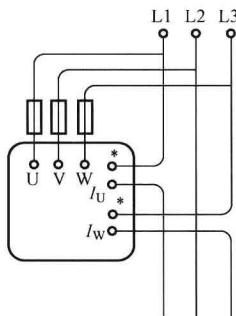

图 1-22 DT 系列电能表的接线图
(4) 三相四线电能表（DT 系列电能表）的接线如图 1-22 所示，1、4、7 为三相电源进线，3、6、9 为三相电源出线，10 为中性线进，11 为中性线出，2、5、8 为仪表内部线圈端钮。